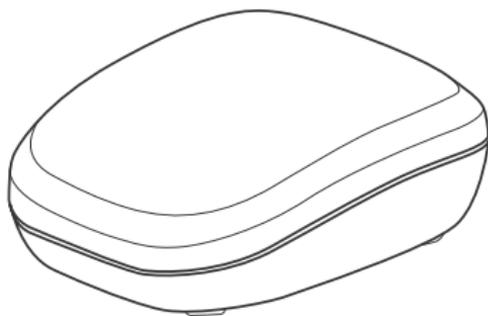
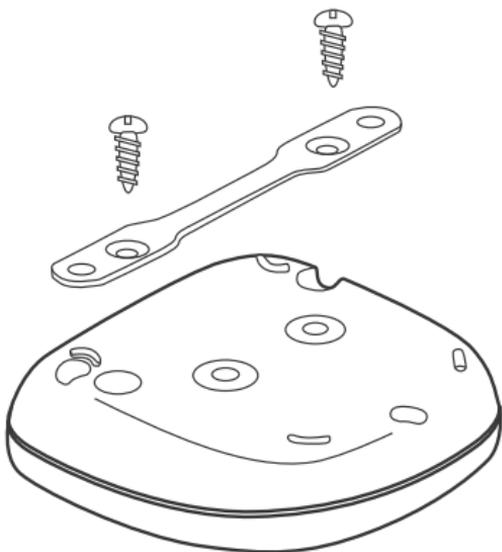

Рис. 1. Внешний вид радиодатчика
Рис. 2. Установка крепления на радиодатчик
5. Установите радиодатчик в месте возможного скопления воды на полу контактными пластинами вниз (Рис. 1). При необходимости используйте крепление, входящее в комплект поставки радиодатчика (Рис. 2).